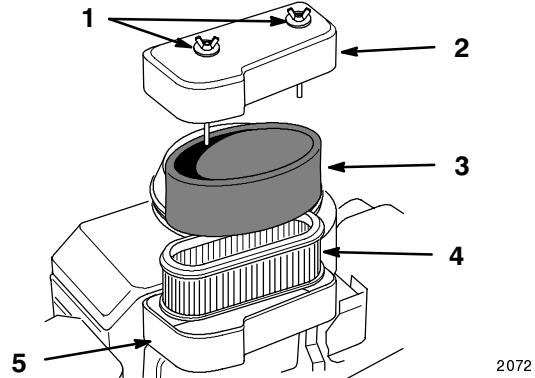

Abbildung 17
2. Den Bereich um den Luftfilter herum reinigen, damit kein Schmutz in den Motor gelangen und somit Schäden verursachen kann. Flügelmuttern abschrauben und die Filterabdeckung entfernen (Abb. 17).
3. Luftfilter entfernen (Abb. 17).
4. Den Schaumstoffeinsatz vorsichtig vom Papiereinsatz schieben (Abb. 17).
1. Den Schaumstoffeinsatz vorsichtig auf den Papiereinsatz schieben (Abb. 17).
2. Den Luftfilter auf die Luftfiltergrundplatte setzen (Abb. 17).
3. Die Luftfilterabdeckung anbringen und mit den Abdeckungsmuttern befestigen (Abb. 17).